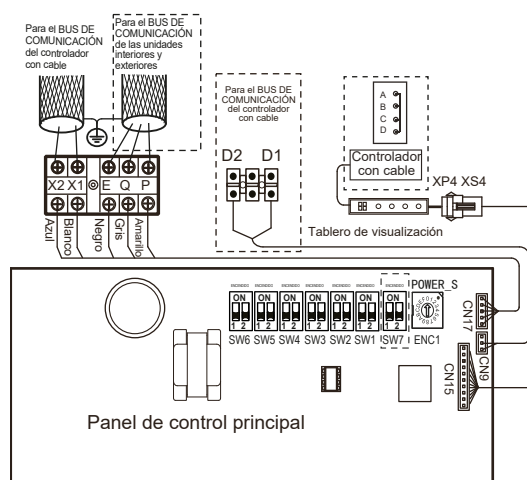

Figura 34
- Los puertos X1/X2, D1/D2 a los lados de la placa de control principal y el puerto de comunicación unidireccional (lado de la placa de visualización) son para diferentes tipos de controladores con cables (vea la Figura 34).